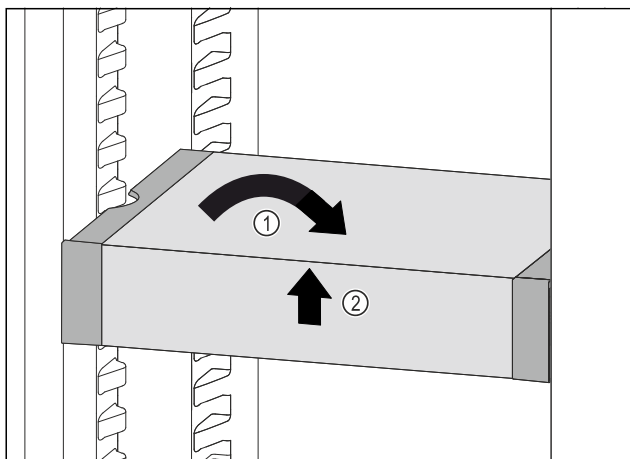

Fig. 118
- Collocare VarioSafe in maniera dritta. Fig. 118 (1)
- Sollevare VarioSafe dal lato anteriore. Fig. 118 (2)